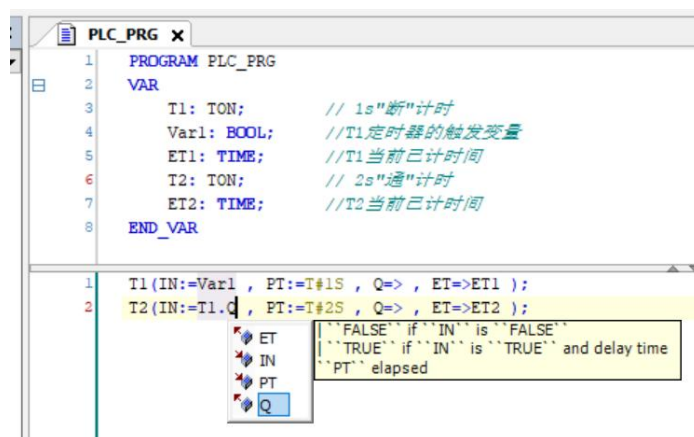

图 3.3-5: 示例工程步骤 4 图例
3.3-2: “TON” 功能块参数说明>可知，定时器定时结束输出接通标志符号为“Q”。编写的程序实例如下<图 3.3-5: 示例工程步骤 4 图例>所示: